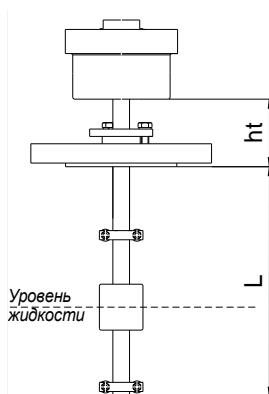

Рисунок 6
2.2.1 Для применения ПМП в средах с температурой, превышающей 60°C (но, не более 125°C), принимаются меры по охлаждению корпуса (головной части ПМП), находящейся над резервуаром. Для этого часть направляющей (трубы) ПМП возвышают над резервуаром на расстояние ht , достаточное для охлаждения корпуса (рисунок 6).